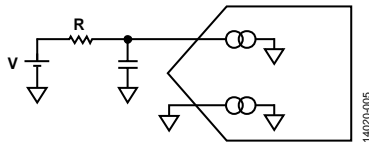

図 5. 擬似差動/シングルエンド ADC
- アナログ入力の一方を低インピーダンス源に接続します (図 5 参照)。誤差は次のように定義されます。